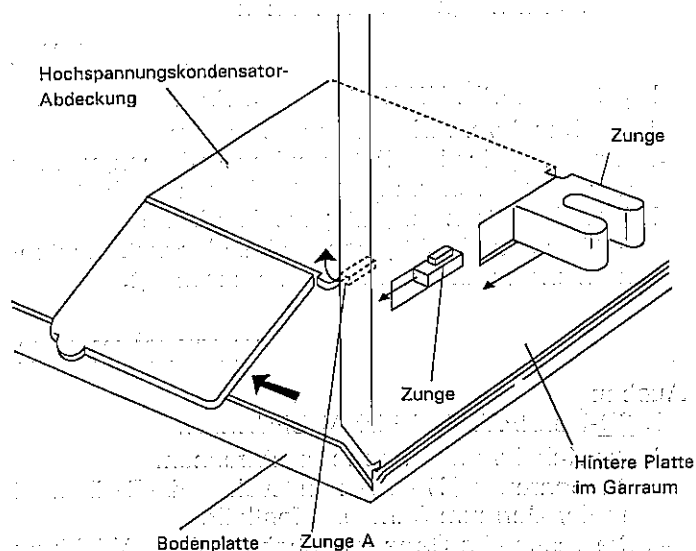

Abbildung C-1.
2. Die Abdeckung des Hochspannungskondensators aus der Bodenplatte aushaken (siehe Abbildung C-1).
7. Die Schraube (1) losdrehen, welche den Kondensatorhalter an der Bodenplatte befestigt.
8. Die Schraube (1) losdrehen, welche die Masseklemme der Hochspannungsgleichrichter-Baugruppe am Kondensatorhalter festhält.